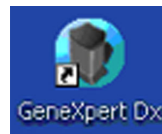

Figure 5-5. Icône de raccourci du GeneXpert Dx System
1. Sur le bureau Windows, double-cliquez sur l'icône GeneXpert Dx. Voir Figure 5-5.